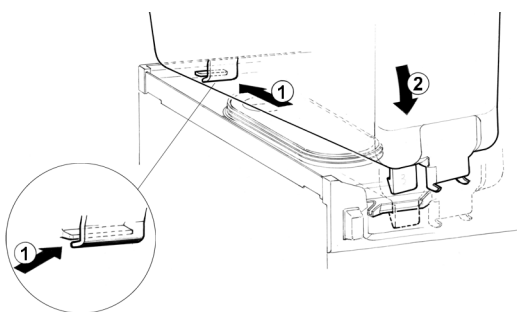

figura 8
**5** Poner el contenedor sobre el distribuidor. Por facilitar esta operación, mojar la junta con un poco de agua. Asegurarse que el gancho posterior del contenedor esté insertado en el lugar correcto del plano recoge-gotas. (ver figura 8)